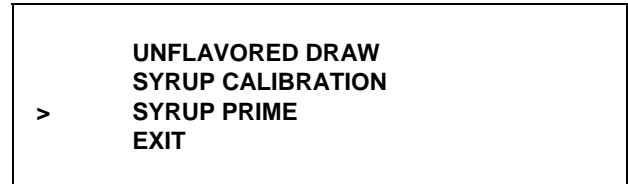

Figura 49
8. Pressione o símbolo AUTOMÁTICO  ou SABOR OPCIONAL  para movimentar a seta até SYRUP PRIME (ABASTECER XAROPE). (Veja a Figura 49.)